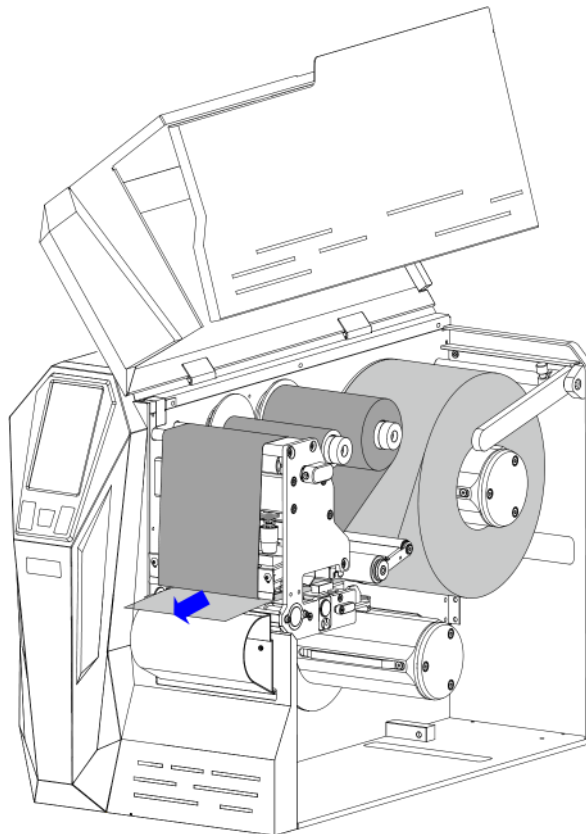

Рисунок 2-34 Загрузка носителя
2. Проденьте носитель вдоль пути, как показано на рисунке 2-7. Проложенный носитель показан на рис. 2-34.